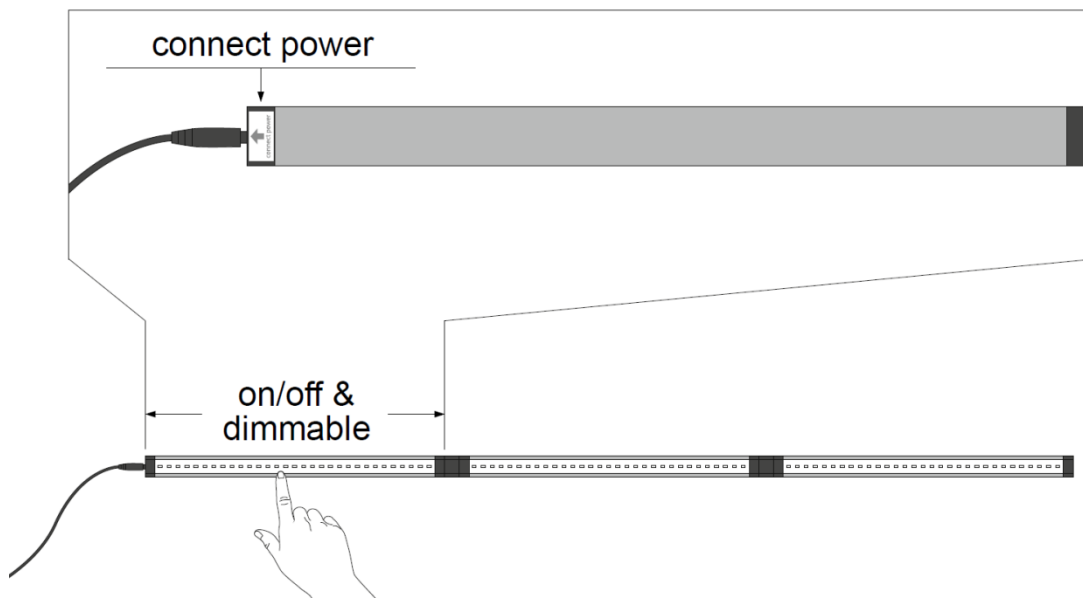

Abb.3: An- und Ausschaltfunktion/Dimmfunktion durch Berühren der gekennzeichneten LED-Leiste
3. Nach Anschluss des Netzsteckers schalten Sie die gekennzeichnete Leiste (siehe Abb. 3.) durch Berühren der Metallummantelung ein. Durch wiederholtes Berühren der Metallummantelung lässt sich die Lichtstärke stufenweise erhöhen.